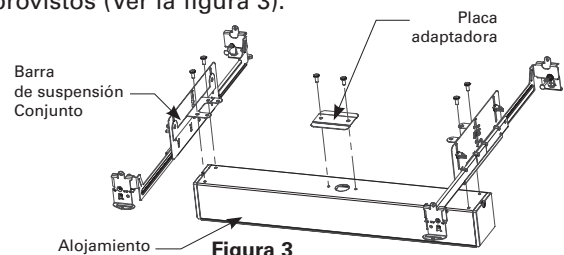

Figura 3
5. Coloque el alojamiento mediante el uso de las barras de suspensión. Las barras de suspensión se pueden extender hasta 25,5" y están diseñadas para clavarlas o atornillarlas a los pernos, engancharlas a la cuadrícula en forma de T de un techo suspendido o colgarlas de alambres. Si se necesita configurar las barras de suspensión en forma perpendicular a la luminaria, los soportes de estas se pueden adherir a los extremos de la luminaria con los tornillos provistos (Ver la figura 3).